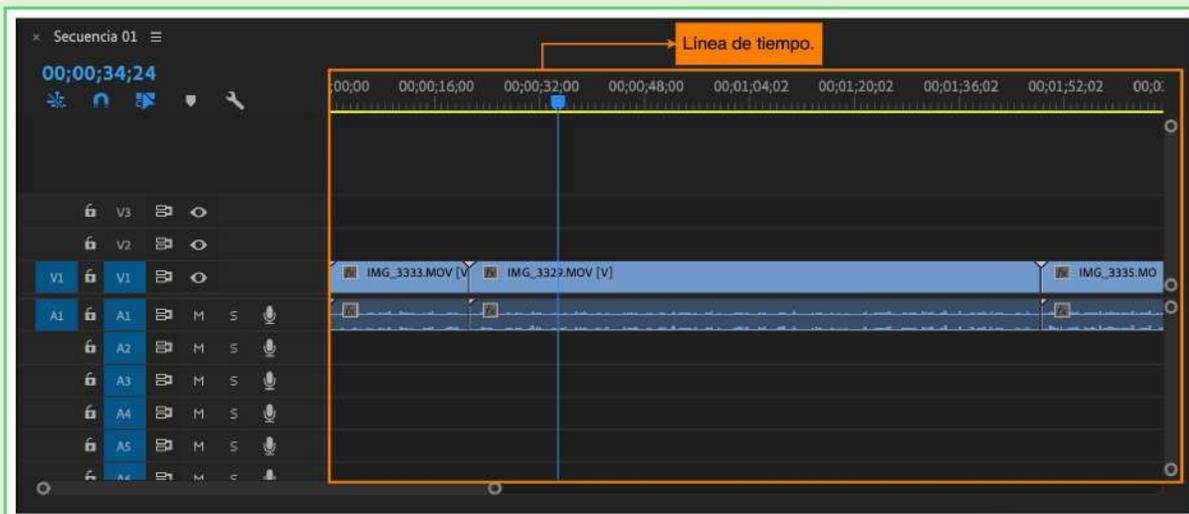

Imagen 38. Línea de tiempo donde se encuentran los videos.
- Para finalizar, se deben seleccionar los archivos en el orden en que se requiere y ubicar en la línea de tiempo. Para ordenar cada archivo, debe escoger el clip deseado y hacer clic izquierdo sostenido, para arrastrar hasta ubicarlo en la línea de tiempo deseada (imagen 38).